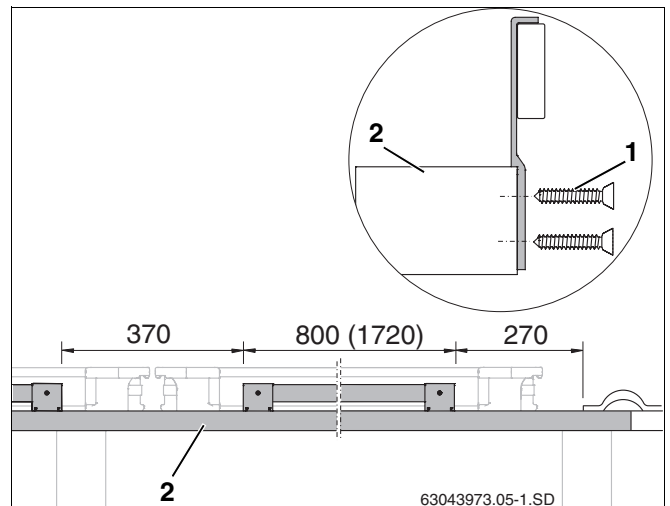

Fig. 11 Fijación de los seguros contra deslizamiento al listón de tejado (dimensiones en mm, valor entre paréntesis = ejecución horizontal)
- ▶ Coloque el seguro contra deslizamiento montado previamente sobre el primer listón de tejado adicional (fig. 11, **pos. 2**) y fíjelo mediante dos tornillos 4 x 40 (fig. 11, **pos. 1**) (tenga en cuenta la medida).